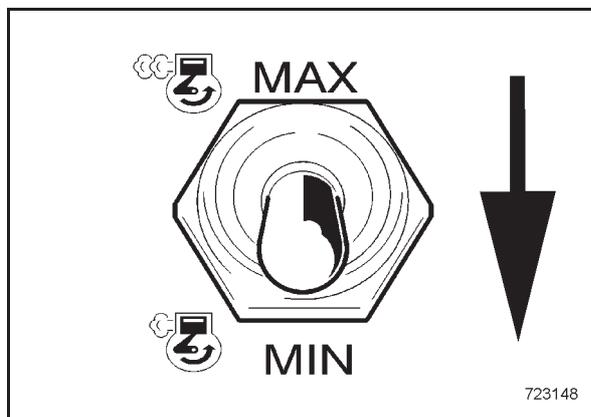

Bild 60
- Leerlaufdrehzahl einschalten (Bild 60) und Motor zum Abkühlen noch einige Minuten laufen lassen.